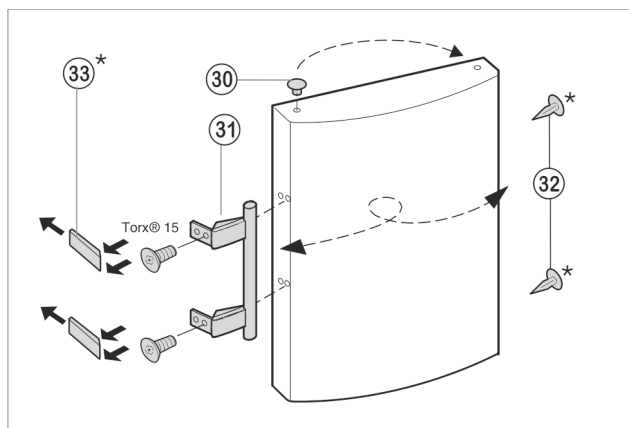

Fig. 8
- Estrarre il tappo Fig. 8 (30) dalla sede del cuscinetto della porta e cambiarlo di posizione.
- Smontare la maniglia della porta Fig. 8 (31), il tappo Fig. 8 (32) e le piastre di pressione Fig. 8 (33) e spostarli sul lato opposto.